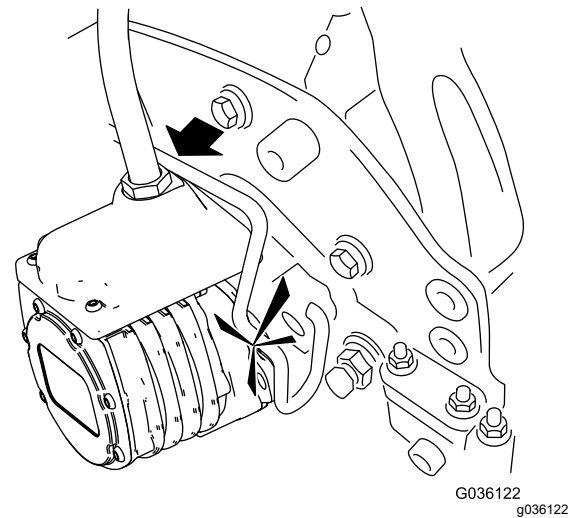

Figura 64
- Cubra el eje acanalado del motor de la unidad de corte con grasa limpia (Figura 64).
- Introduzca el motor en el lado izquierdo de la unidad de corte (visto desde el puesto del operador) y tire de la barra de retención del motor (en la unidad de corte) hacia el motor hasta que oiga un “clic” en ambos lados del motor (Figura 64).